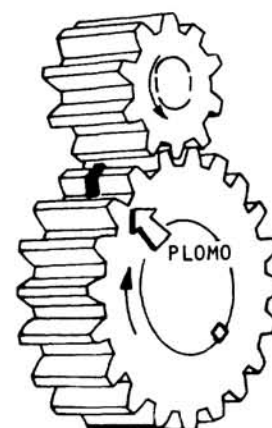

Fig. 2
- a Instale el plomo entre los flancos de los dientes (fig. 2).